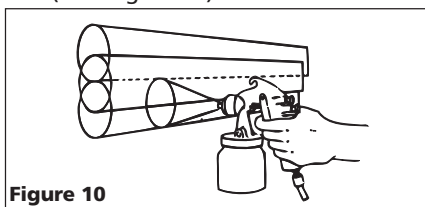

Figure 10
- Chevaucher les coups juste assez pour obtenir une couche égale (Voir Figure 10).